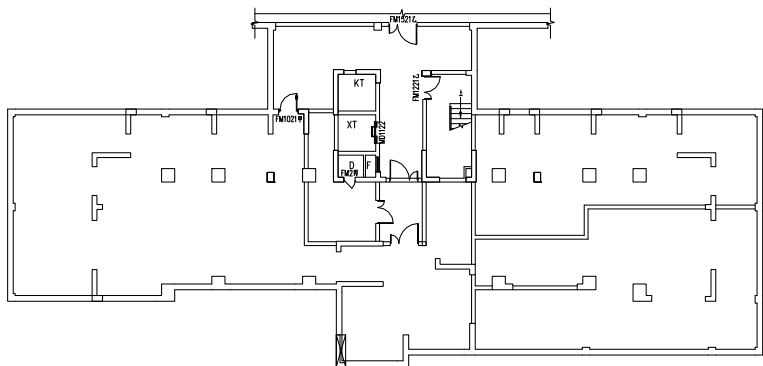

图 13-2 打开地下层原建筑平面图素材
**01** 打开素材文件。按下 Ctrl+O 组合键，打开配套光盘提供的“第 13 章/地下层原建筑平面图.dwg”文件，并将尺寸标注所在的“AXIS”图层关闭，结果如图 13-2 所示。